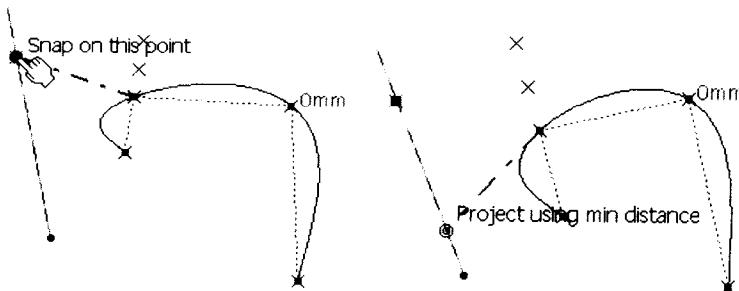

图 1-19
(8) 在选择一点插入样条线中时,如果选择一个几何元素,并且同时按住 Ctrl 键,可以选择该几何元素上距离样条线最近的点,如图 1-19 所示,左图是没有按住 Ctrl 键的情况,右图是按住 Ctrl 键的情况。